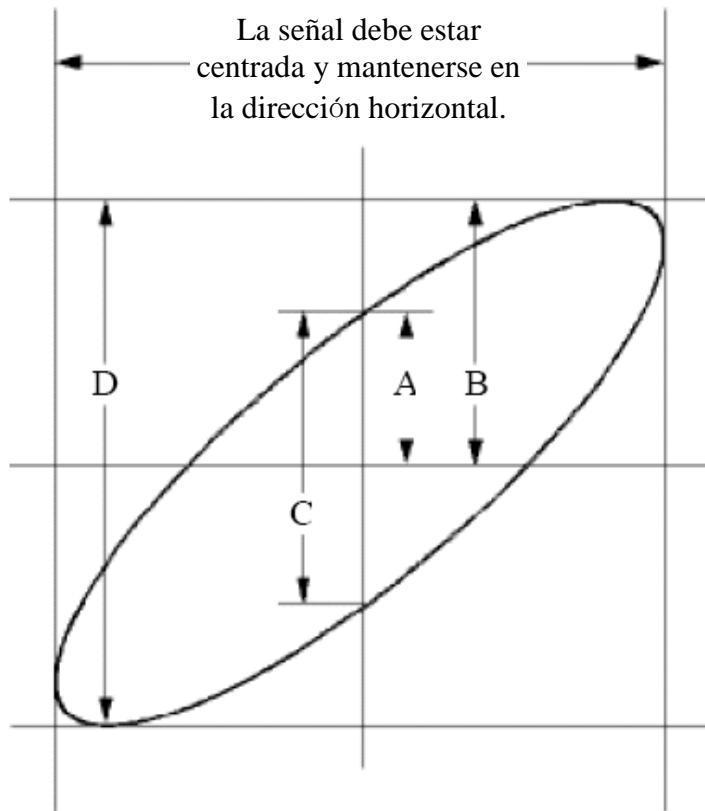

Figura 0-6 Gráfico de Lissajous
- (1) Ajuste el coeficiente de atenuación del menú de la sonda para **10X** y el del interruptor de la sonda para **10X** (véase "**Fehler! Verweisquelle konnte nicht gefunden werden.**" en **P Fehler! Textmarke nicht definiert.**).
- (2) Conecta la sonda del canal 1 a la entrada de la red y la del canal 2 a la salida de la red.
- (3) Pulse el botón **Autoset**, con el osciloscopio encendiendo las señales de los dos canales y mostrándolas en la pantalla.
- (4) Gire la perilla de la **Escala Vertical**, haciendo que las amplitudes de dos señales sean iguales en lo grueso.
- (5) Pulse el botón de **Adquisición** para que aparezca el menú de la derecha.
- (6) En el menú de la derecha, seleccione **Modo XY** como **ON**. El osciloscopio mostrará las características de entrada y terminales de la red en forma de gráfico de Lissajous.
- (7) Gire los mandos de **Escala Vertical** y **Posición Vertical**, optimizando la forma de onda.
- (8) Con el método del oscilograma elíptico adoptado, observe y calcule la diferencia de fase (véase *Figura 0-6*).